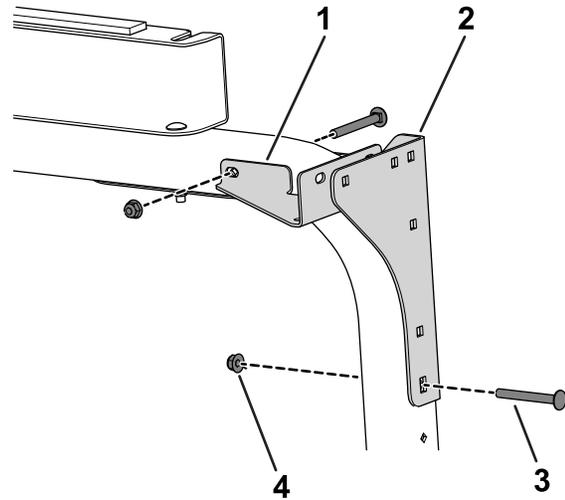

Figura 28
6. Utilice 4 pernos de cuello cuadrado (5/16" x 2¾") y 4 tuercas (5/16") para sujetar los soportes traseros y las chapas de unión traseras a la barra antivuelco (Figura 28).